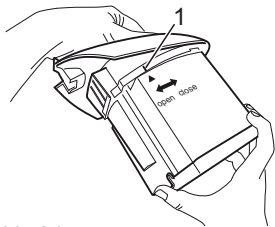

Abb. 24
14. Setzen Sie den Deckel wieder auf den Staubbehälter und arretieren Sie ihn durch Drehen entgegen dem Uhrzeigersinn. Achten Sie darauf, dass beim Aufsetzen die Markierung am Deckel über der Markierung am Staubbehälter steht (Abb. 24/1).